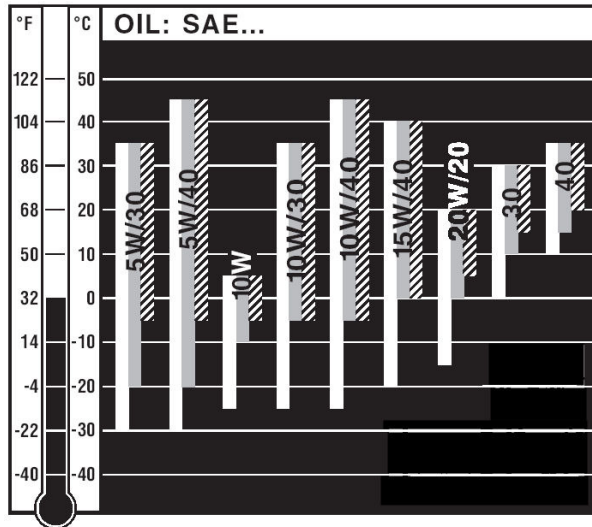

Fig. 2-3 Huile: grades de viscosité SAE
6. Rectifier le niveau d'huile si nécessaire (voir la figure 2-3). Ne pas surcharger au delà du niveau maxi.
8. Remplir le carter avec une huile de viscosité appropriée selon conditions (voir la figure 2-3) jusqu'au niveau correct indiqué sur la jauge.